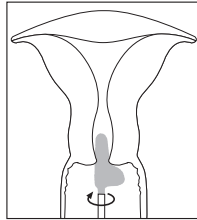

Fig. 2
4. En tenant l'écouvillon dans cette position, le faire tourner 3 fois dans le sens des aiguilles d'une montre et 3 fois dans le sens inverse; s'assurer que le segment long du „L“ touche bien le canal cervical et que le segment court du „L“ tourne autour de l'endocol; voir la Fig. 2.